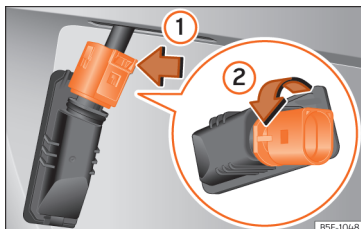

Abb. 119 Kennzeichenleuchte: Lampenträger ausbauen.
3. Drücken Sie an der Steckerverriegelung » **Abb. 119** in Pfeilrichtung ① und ziehen Sie am Stecker.
4. Drehen Sie den Lampenträger in Pfeilrichtung ② und ziehen Sie ihn mit der Glühlampe heraus.
6. Setzen Sie den Lampenträger in die Kennzeichenleuchte ein und drehen Sie bis zum Anschlag in Gegenrichtung von Pfeil ②.